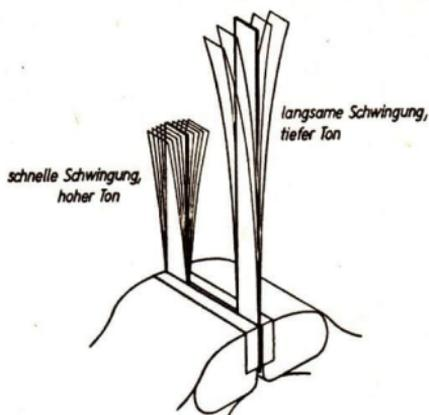

Abb. 141/1. Zwei ungleich lange Federstähle im Schraubstock
Ein Stück Federstahl wird fest eingespannt und leicht gebogen. Nach dem Loslassen schwingt das elastische Blatt sehr schnell hin und her (vgl. Abb. 141/1): Es hat eine wesentlich höhere Schwingungszahl als die Schraubenfeder.
**2. Tonhöhe und Schallstärke.** Zwei Stücke Federstahl unterschiedlicher Länge, aber sonst gleicher Beschaffenheit werden nebeneinander fest eingespannt (Abb. 141/1). Bringt man beide zum Schwingen, so erzeugen sie verschieden hohe Töne. Während das lange Blatt merklich langsamer schwingt und einen tiefen Ton erzeugt, schwingt das kurze Blatt schneller und ruft einen hohen Ton hervor.